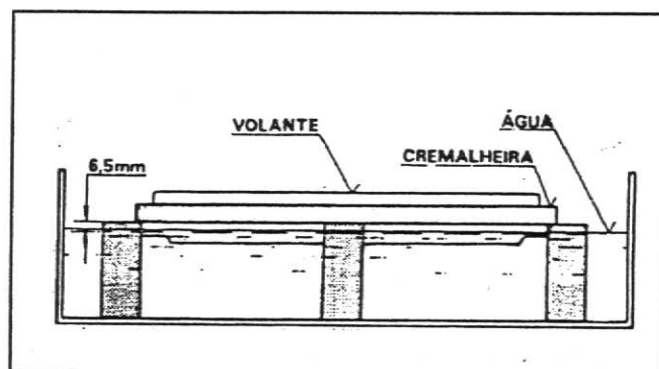

Fig. 5.
1. Coloque o volante num recipiente adequado, com água limpa e apoie a cremalheira sobre quatro blocos de metal, de modo que a cremalheira fique aproximadamente 6,5 mm (1/4 pol) acima do nível d'água, fig.5.